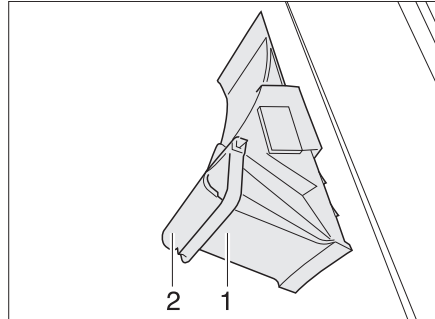

Fig. 14 Cuña de calzo
- Girar el estribo de sujeción (Fig. 14,2) hacia abajo.
- Sacar la cuña de calzo (Fig. 14,1) del soporte.